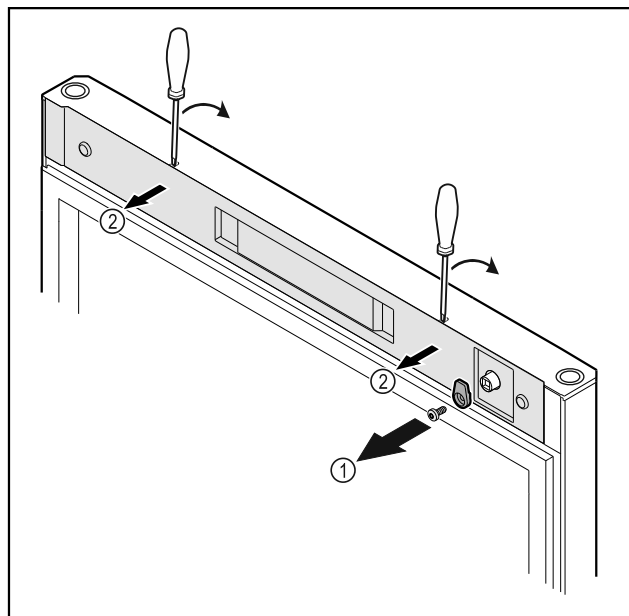

Fig. 21
- ▶ Odkręcić haczyk zamykający Fig. 21 (1).
- ▶ Osłonkę Fig. 21 (2) podważyć małym śrubokrętem i zdjąć.